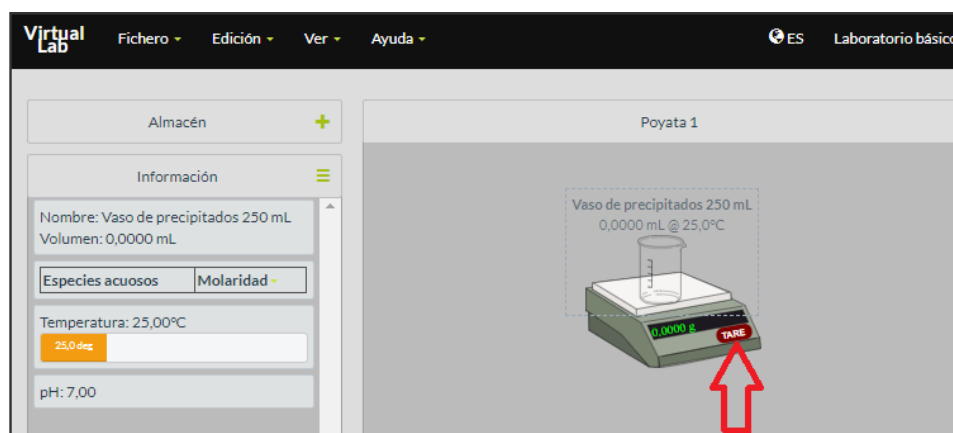

Figura 2. Simulador *Making stock solutions from solids*.
3. Tome la balanza y un vaso de precipitados de 250 [ml] del **Almacén** del simulador. Coloque el vaso sobre la balanza y presione el botón **TARE** para tararla (figura 2).